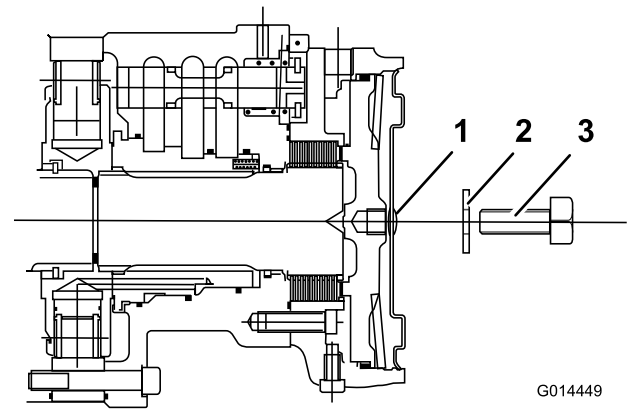

Figure 52
5. Serrez la vis d'arrêt dans le trou fileté du piston de frein jusqu'à ce que le frein soit desserré (Figure 52).
6. Identifiez le frein à disque du moteur de roue avant gauche et répétez la procédure précédente (Figure 52).
4. Placez une longue vis d'arrêt M12 x 40 mm munie d'une rondelle dans le trou au centre de la plaque d'extrémité du moteur (Figure 52).